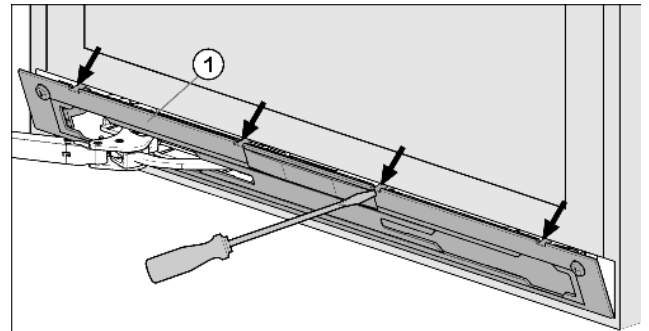

Fig. 4
- Décliqueter le panneau Fig. 4 (1) avec un tournevis puis le retirer.